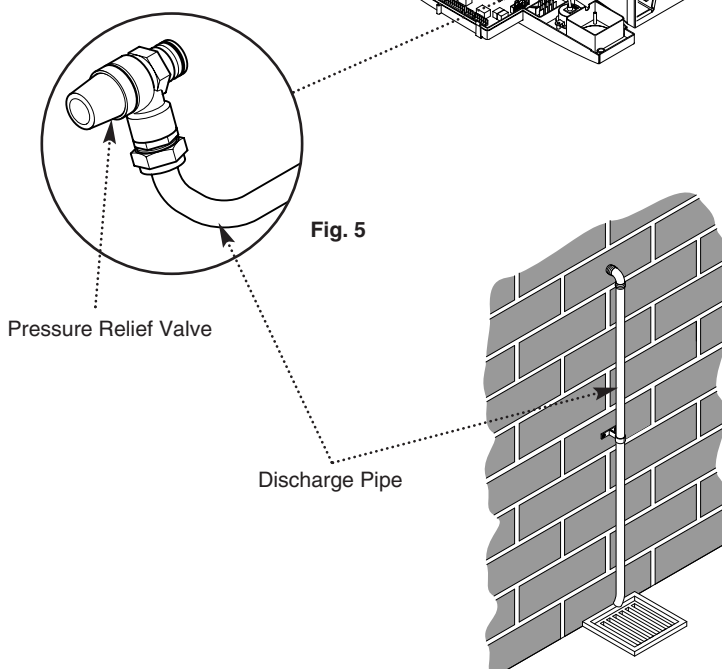

Fig. 5
6.7 Pressure Relief Valve (Fig. 5)